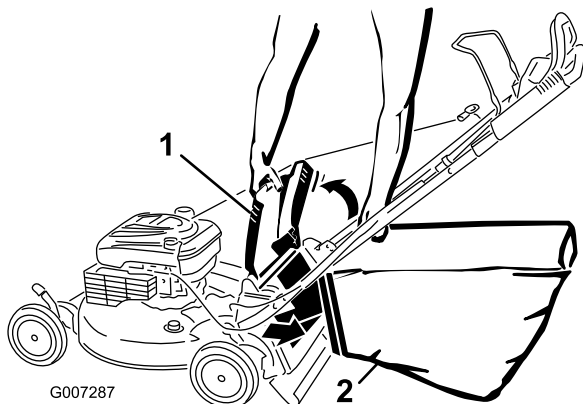

Bild 24
4. Hängen Sie die obere, vordere Kante des Fangkorbs an den Kerben ein (Bild 24).